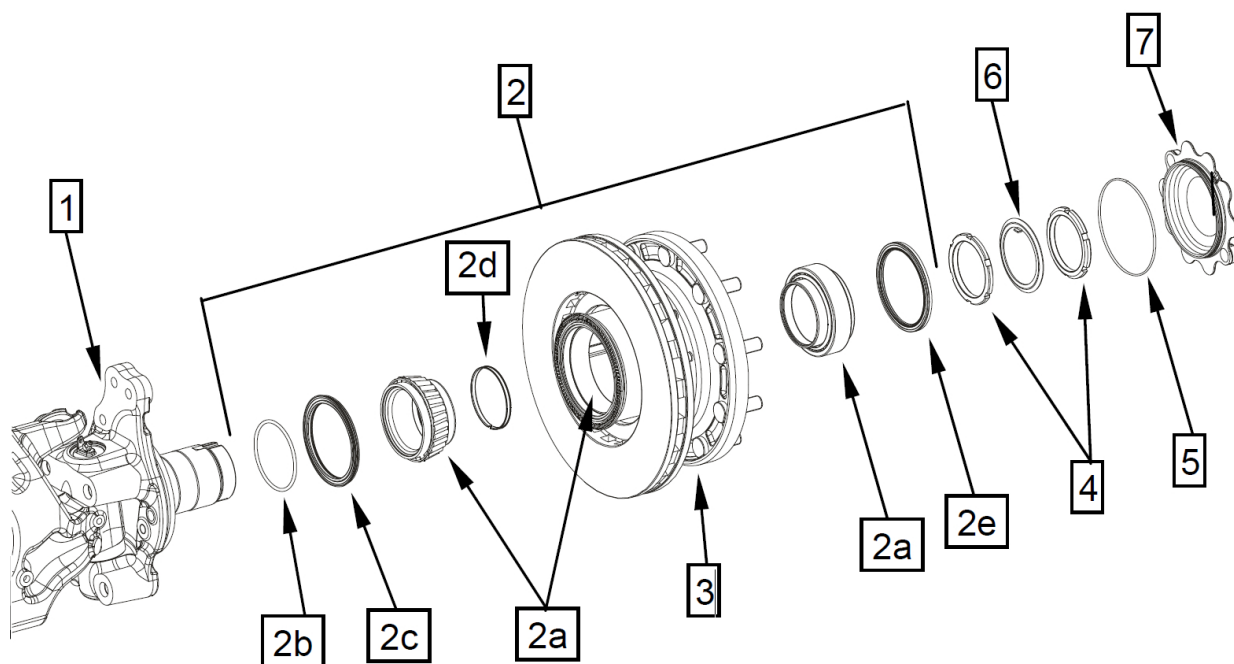

Рисунок 4.6.2 – Ступица переднего колеса
1) Разбирать ступицу (рис. 4.6.2) вместе с тормозным диском (3).